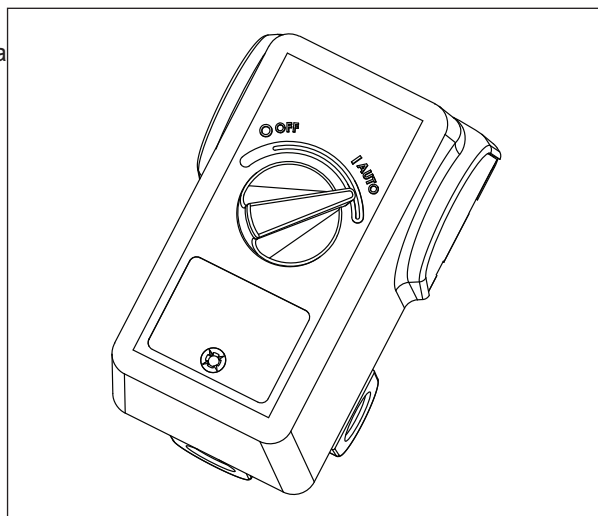

Figura 6
4. Mueva el interruptor de presión a la posición de **AUTOMÁTICO** para hacer funcionar la unidad (consulte la figura 6).
5. Haga funcionar la unidad por treinta (30) minutos a cero (0) psi (sin carga) para asentar las partes de la bomba.
7. Cambie el aceite después de las primeras cincuenta (50) horas de funcionamiento. Luego, cambie el aceite cada tres (3) meses.